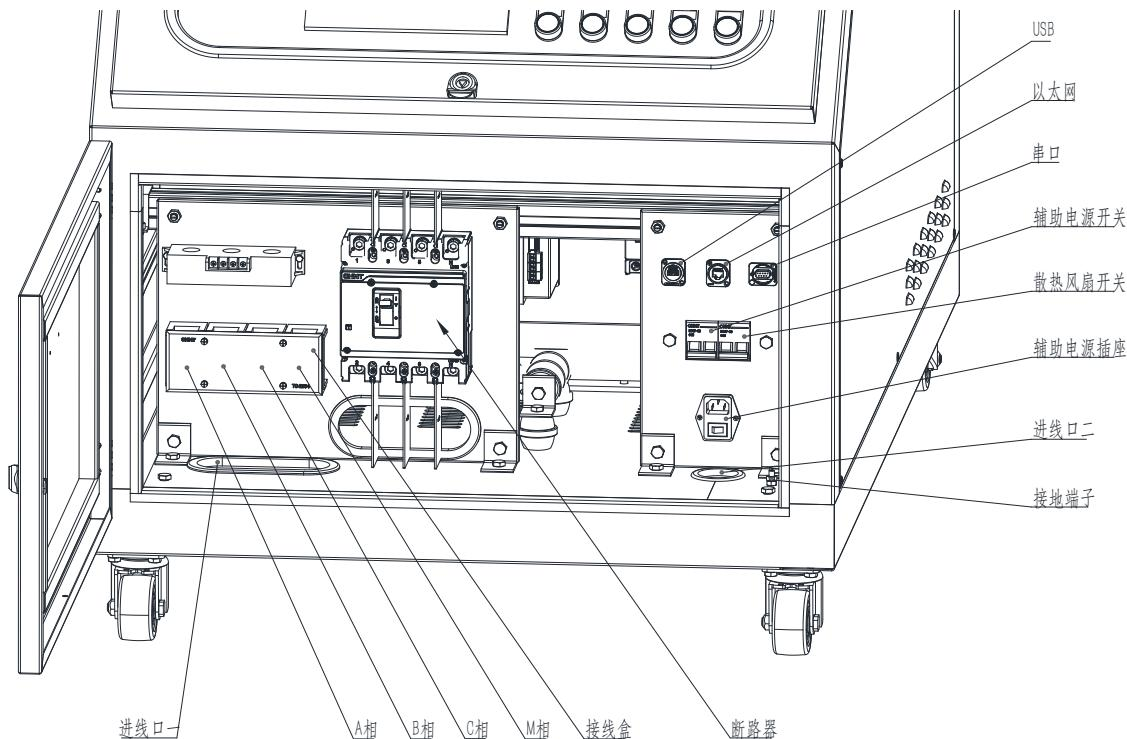
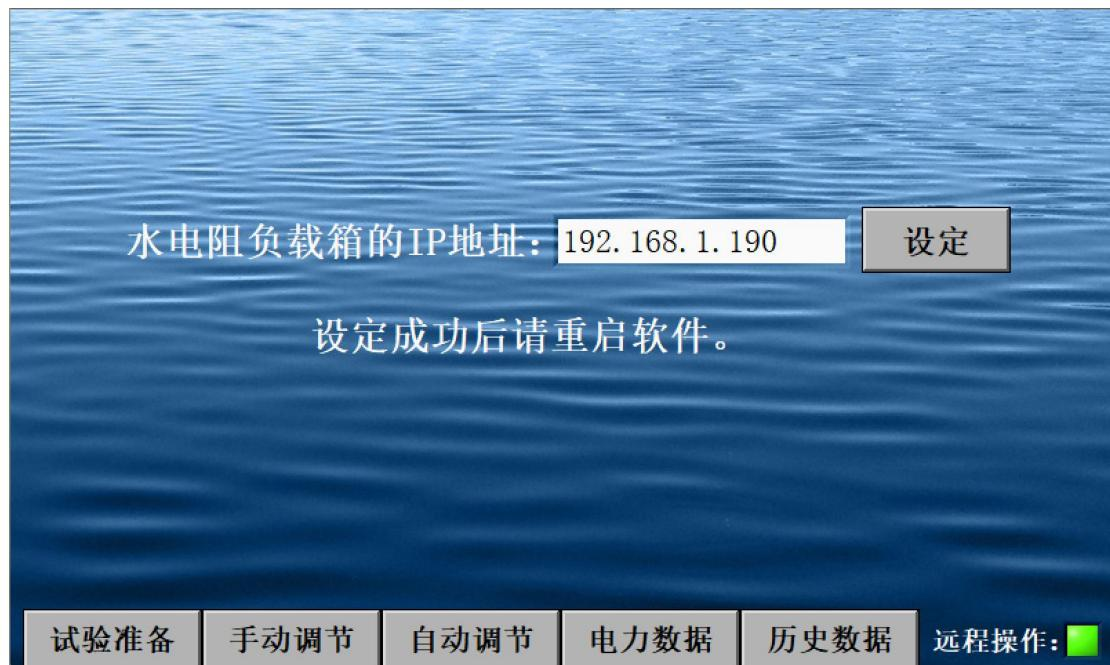

图 8 电缆接口图
图 11 以太网连接页面
- (15) 功率减按钮：按钮指示灯亮时，水电阻负载箱内部的阻值调节系统顺时针转动，水电阻负载箱的电阻增大、功率减小；
(16) 分闸按钮：水电阻负载箱内部的断路器（图8）分闸，断开试验电源，并且按钮指示灯亮；手动将断路器合闸后，按钮指示灯灭。
如图 8 所示，接地端子的位置在水电阻负载箱内部右侧。接地线的安装步骤如下：
如图 8 所示，试验电源接口的位置在水电阻负载箱内部左侧。试验电源的接线步骤如下：
如图 8 所示，辅助电源接口的位置在水电阻负载箱内部右侧。试验电源的接线步骤如下：
如图 8 所示，通讯接口的位置在水电阻负载箱内部右侧，一共有三个：串口、USB 接口和以太网接口。串口用于下载 PLC 和触摸屏程序，USB 接口用于读取电力数据的历史记录，以太网接口用于远程监控水电阻负载箱的运行。
- (1) 将 Windows 电脑的 IP 地址设置为 192.168.1.X (X 代表 1~255)，子网掩码设置为 255.255.255.0；
- (2) 用以太网线将 Windows 电脑的网络接口与图 8 的以太网接口连接起来；
- (3) 在 windows 电脑中搜索 “cmd”，启动命令提示符，输入 “ping 192.168.1.190” 并按 Enter 键运行该命令。运行该命令的目的是确认 Windows 电脑与水电阻负载箱之间的网络是否连通。如果反馈信息不是“无法访问目标主机”，说明两者已经连通，否则检查前面的步骤是否正确，比如以太网线是否有故障、更换直连网线或交叉网线，等等（实际布设的网络结构可能比较复杂，比如设置了路由器、集线器等等，因此出现问题的概率也比较大，需要先通过 ping 命令来确认网络是否连通）；
- (4) 在 windows 电脑中启动监控软件，启动后会显示图 11 的画面，并且右下角的远程操作指示灯呈现红绿闪烁的状态，代表监控软件正在建立与水电阻负载箱的连接。连接成功后，远程操作指示灯长绿，监控软件切换到试验准备页面。如果长时间连接不成功，可能是水电阻负载箱的 IP 地址发生了变动，可尝试在该页面修改 IP 地址，并重启监控软件。
- (1) 将监控软件复制到不同的文件夹并启动，即可同时运行多个监控软件；
- (2) 修改水电阻负载箱的 IP 地址，使得每个水电阻负载箱都具有不同的 IP 地址；
- (3) 在图 11 的以太网连接页面修改 IP 地址，将不同的监控软件连接到不同的水电阻负载箱。
- (10) 关好前门并上锁；
- (11) 试验电源合闸，试验电源指示灯亮，电能表和电力数据页面的电压值正确显示；
- (12) 根据试验电源的功率，选择合适的功率档位，按下 25%、50%、100%这三个按钮中的一个；按下之后，电能表和电力数据页面的电流值正确显示；
- (13) 按下功率增按钮，按钮指示灯亮，角度表的角度值、电能表和电力数据页面的电流值也不断增加；功率增加到预定值后，再次按下功率增按钮，按钮指示灯灭，角度表的角度值、电能表和电力数据页面的电流值不再变化；
- (14) 按照 6.2.3 节的步骤，在控制面板的触摸屏或 Windows 桌面软件上设定功率值，水电阻负载箱将自动调节阻值，将实际功率维持在设定值附近；
- (15) 在控制面板的触摸屏或 Windows 桌面软件上点击液位自动调节按钮（图 11 或图 12），启用水位自动调节功能；
- (16) 试验结束后，先将试验电源分闸，再启动排水泵，直至水电阻负载箱的水箱内部的热水全部排空；如果需要清除水垢，就往水电阻负载箱的水箱里投入除垢剂并静置一段时间再启动排水泵；在水箱内部的热水全部排空或者水温低于 50 摄氏度之前，不要关停散热风扇。